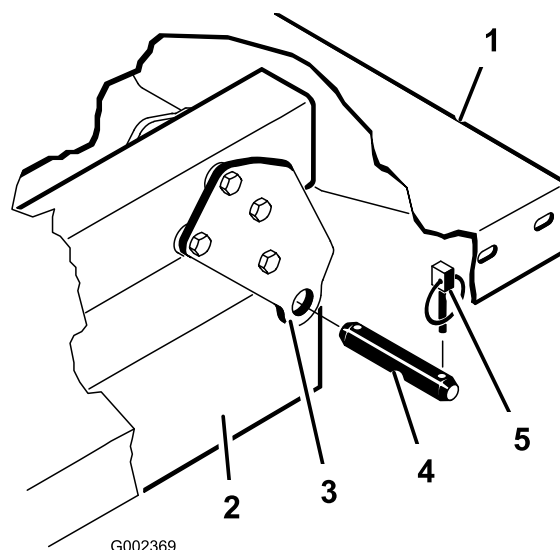

Figura 4
6. Retire los pasadores de seguridad y los pasadores de horquilla que sujetan los soportes de giro de la plataforma a los perfiles en el bastidor de la máquina (Figura 4).